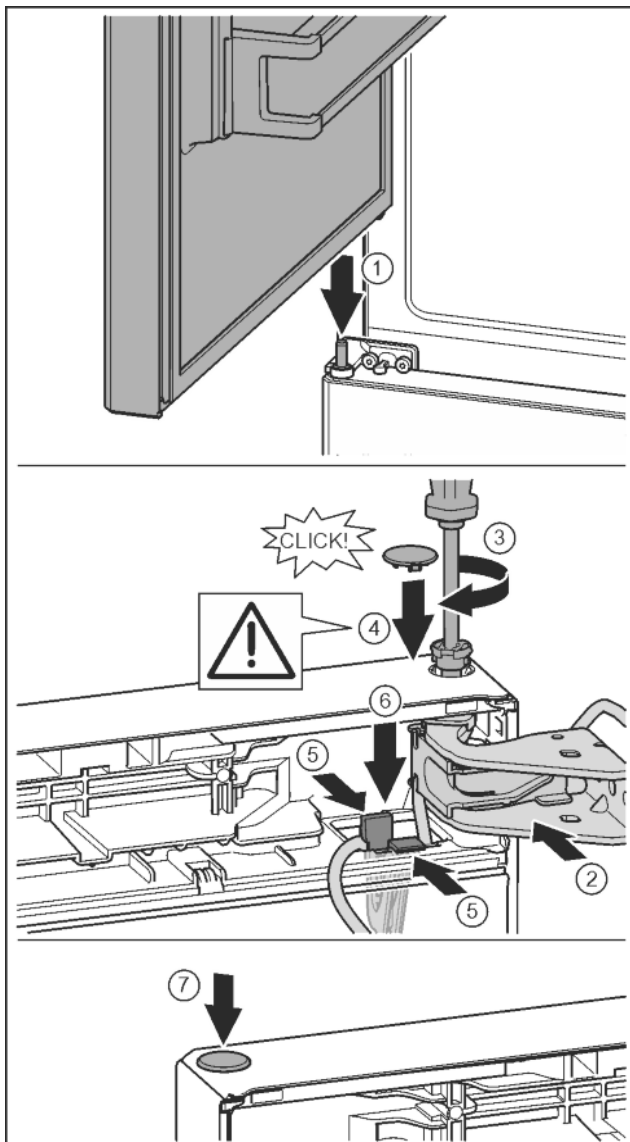

Fig. 34
- ▶ Встановлення верхніх дверцят на середній опорний палець *Fig. 34 (1)*
- ▶ Вирівняйте дверцята зверху по отвору в опорному кронштейні. *Fig. 34 (2)*
- ▶ Вставте палець та закрутіть за допомогою викрутки T15. *Fig. 34 (3)*
- ▶ Встановіть захисну кришку для захисту дверцят: вставте захисну кришку і проконтролюйте, щоб вона прилягала до дверцят. Якщо це не так, повністю вставте палець. *Fig. 34 (4)*
- ▶ Вставте тримач із зафіксованим в ньому кабелем в отвір. При цьому довший отвір з'єднувальної накладки має бути направлений вперед. *Fig. 34 (5)*
- ▶ Притисніть тримач донизу так, щоб з'єднувальна накладка зафіксувалася. *Fig. 34 (6)*
- ▶ Вставте пробку. *Fig. 34 (7)*